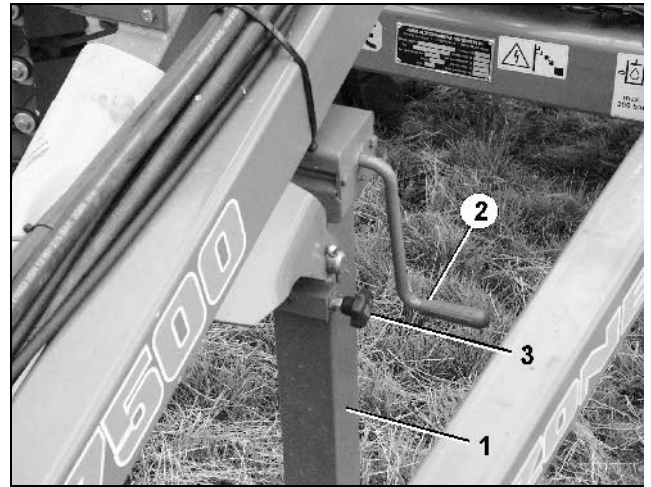

Fig. 18
Tukijalan (Fig. 18/1) asettaminen kuljetusasentoon:
- Kampea tukijalka ylös kammella (Fig. 18/2).
- Vedä pultti (Fig. 18/3) irti.